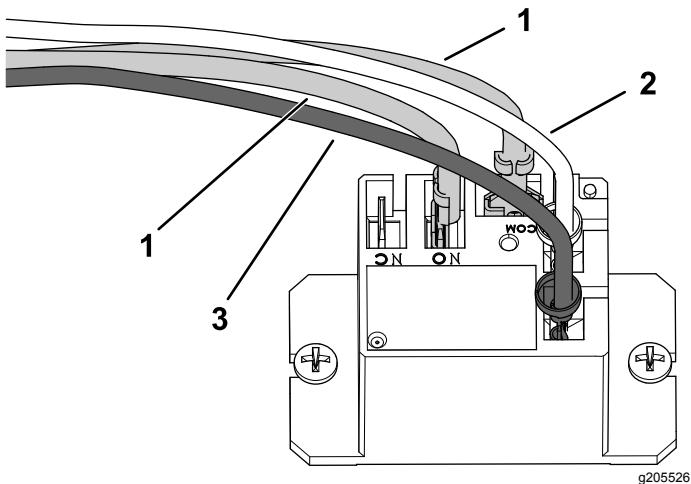

Рисунок 9
7. Подсоедините разъемы жгута проводки беспроводного счетчика моточасов к реле, как показано на Рисунок 9.